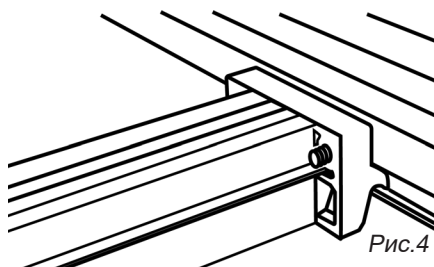

Рис.4
5. Отрегулируйте горизонтальное положение боковых консолей с помощью болтов (рис.4).